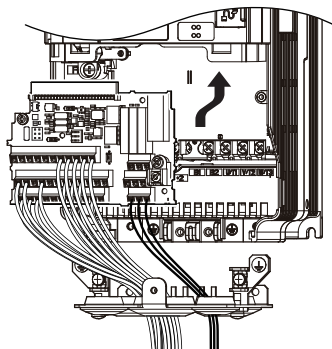

Abbildung 7.60 Austausch des Frequenzumrichters: Installieren der Anschlussplatine
- Nach dem Verdrahten des Leistungsteils ist die Anschlussplatine mit dem Frequenzumrichter zu verbinden, siehe **Abbildung 7.60**. Die Anschlussplatine mit der Befestigungsschraube befestigen.